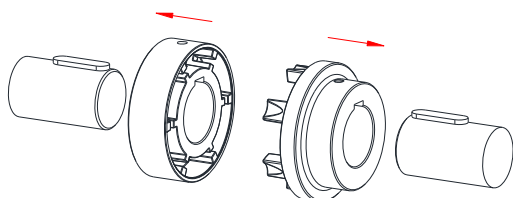

Figura 6: montagem dos cubos
- Monte a parte dos cames e da cavidade sobre o veio no lado de entrada e saída (ver figura 6).
- Monte a parte da cavidade sobre o veio no lado de saída (ver figura 6).